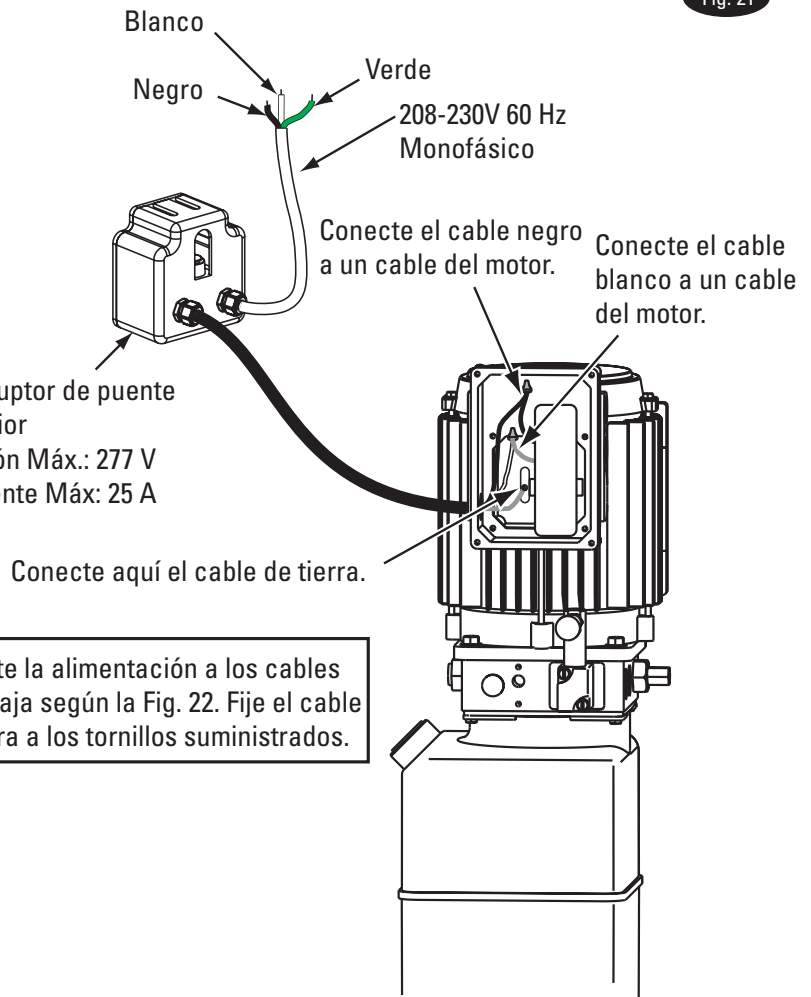

Fig. 21
13. Eléctrico: Solicite a un electricista certificado que conecte la alimentación eléctrica adecuada al motor, Fig. 21 y 22. La sección de los conductores debe ser la apropiada para un circuito de 20 A. Consulte la Tabla de Datos de Operación del Motor.
¡IMPORTANTE! Utilice circuitos separados para cada unidad de alimentación. Proteja cada circuito con fusibles de acción retardada o interruptores automáticos. Para sistemas monofásicos de 208-230V, utilice fusibles de 20 amp. Para sistemas trifásicos de 208-240 V, utilice fusibles de 20 A. Para sistemas trifásicos de 400 V (*Modelo E) y superiores, utilice fusibles de 10 A. Para trifase de 380V (*Modelo S) utilice fusible de 16 amp. Para el cableado, consulte la Fig. 21, Fig. 22, y Fig. 22b. Todo el cableado debe cumplir con el NEC y con los códigos eléctricos locales.
16. Interruptor superior: Revise el ensamblaje del interruptor superior para asegurar que la barra del interruptor esté presionando el émbolo del interruptor suficientemente para activar el interruptor. El interruptor superior está cableado normalmente abierto, vea la Fig. 21. El elevador no funcionará hasta que el peso de la barra del interruptor presione el émbolo del interruptor. Compruebe que la Unidad de Energía deje de trabajar cuando la barra del interruptor esté levantada, y reinicie cuando la barra sea liberada.